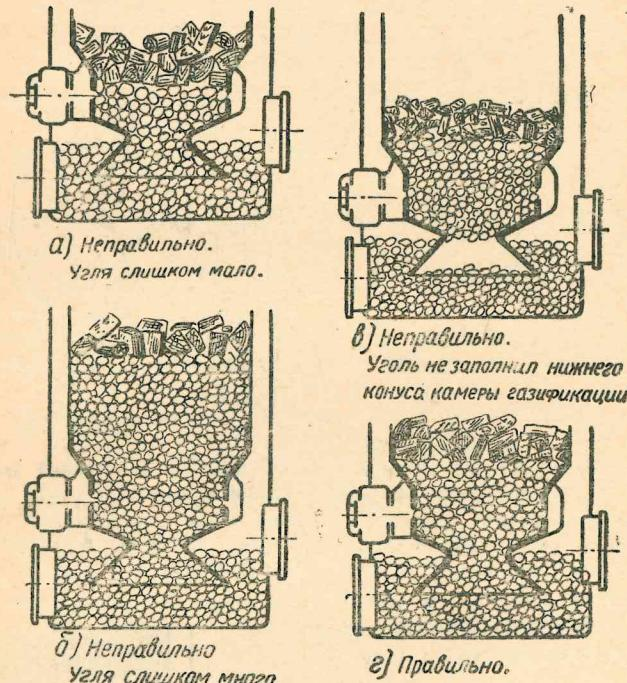

Рис. 40. Неправильная (а, б, в) и правильная (г) заправка газогенератора древесным углем.
2. В камеру газификации попала свежая, необугленная древесина, вследствие несвоевременной дегрузки чурок или неправильной первоначальной загрузки газогенератора (рис. 40-а).
3. Образование седов в газогенераторе при выгорании нижних слоев топлива и «зависание» вышележащих слоев или при неправильной загрузке углем (рис. 40-в).